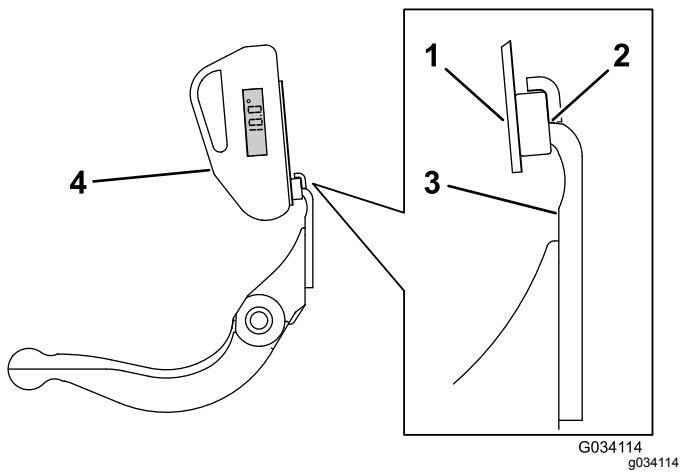

图30
3. 将角度指示器底座放在底刀边缘上以使磁体边缘与底刀边缘紧密配合图30。
4. 如 图30 所示将角度指示器放置到底座上。